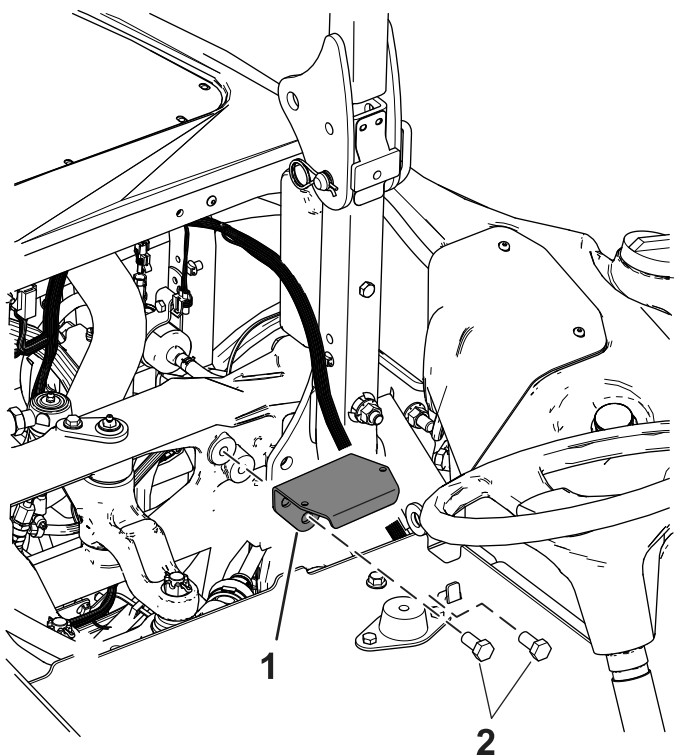

Figure 3
4. Fixez le support du capteur sur le cadre à l'aide de 2 boulons (1/2" x 1") ; voir Figure 3.